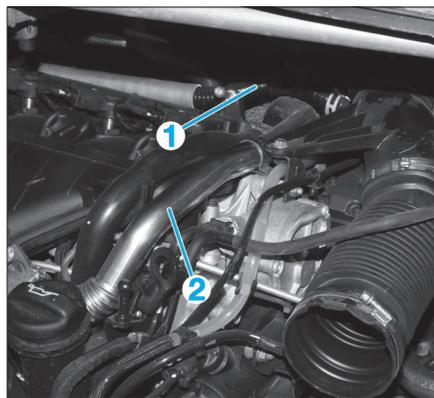

Fig. 58
- Déposer (Fig.58) :
- la durit (1),
- le tube EGR (2).